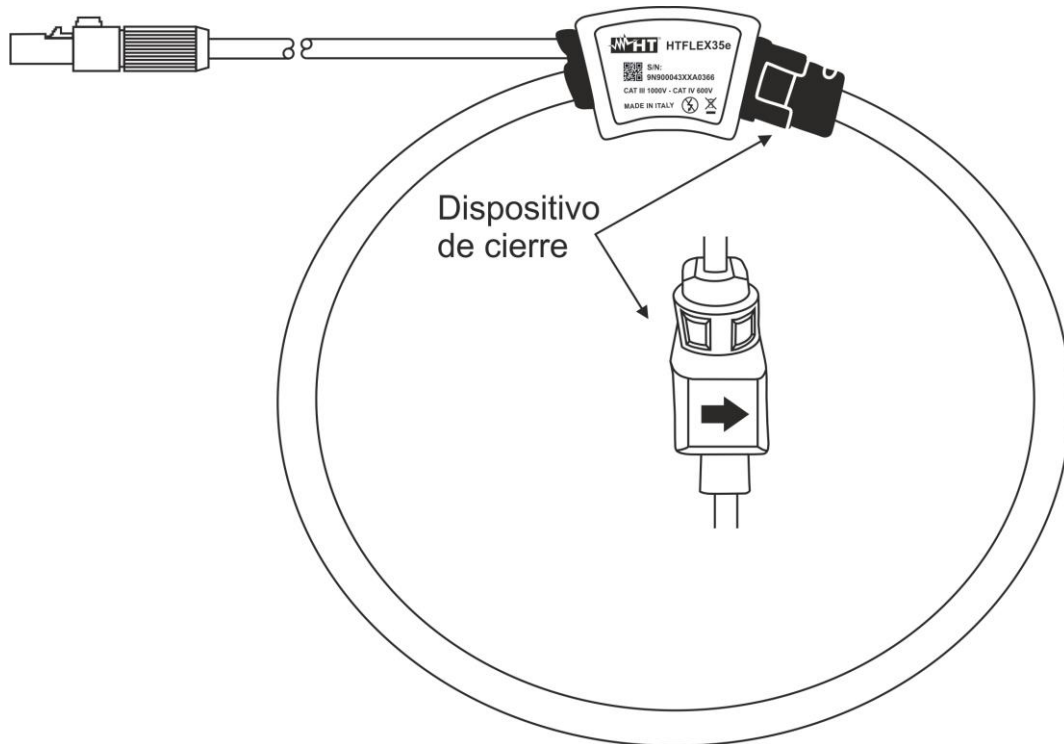

Fig. 2: Descripción de transductor HTFLEX35e
La pinza HTFLEX35e, ligera y flexible, es un transductor de corriente que puede ser envuelta alrededor de la mayor parte de los conductores. El transductor tiene una curvatura predefinida que permite maniobrar con facilidad alrededor de los conductores (ver Fig. 2). La versatilidad aplicativa y el grado de aislamiento diferencian el transductor HTFLEX35 de los otros métodos de medida de corriente. El transductor de medida está construido utilizando materiales no ferrosos, minimizando en tal modo cualquiera influencia para acoplamiento magnético sobre el circuito bajo prueba.
La pinza de corriente a diferencia de la mayor parte de los actuales TA, ha sido proyectados para permitirle al operador de posicionarla alrededor del conductor sin interrumpirlo. Aunque la salida del Transductor HTFLEX35e sea CA, en algunos casos puede ser necesario orientar el transductor de modo tal que a los terminales de salida la polaridad sea definida (Ejemplo: medidas de potencia). Éste puede ser hecho instalando el transductor alrededor del conductor prestando atención a la flecha impresa sobre el dispositivo de cierre (ver Fig. 2) dirijasé en la dirección dónde, circula la corriente, o bien del generador a la carga. Cuando se realicen medidas sobre instalaciones trifásicas, es además necesario respetar la correspondencia entre la sonda voltiamperimétricas del instrumento de medida conectado y el transductor de pinza relativos a la misma fase.
1. Envolver la bobina alrededor del conductor, uniendo los dos extremos de la pinza, respetando la flecha en la parte trasera del dispositivo de cierre (ver Fig. 2) que indica, por convención, la dirección de la corriente desde el generador a la carga